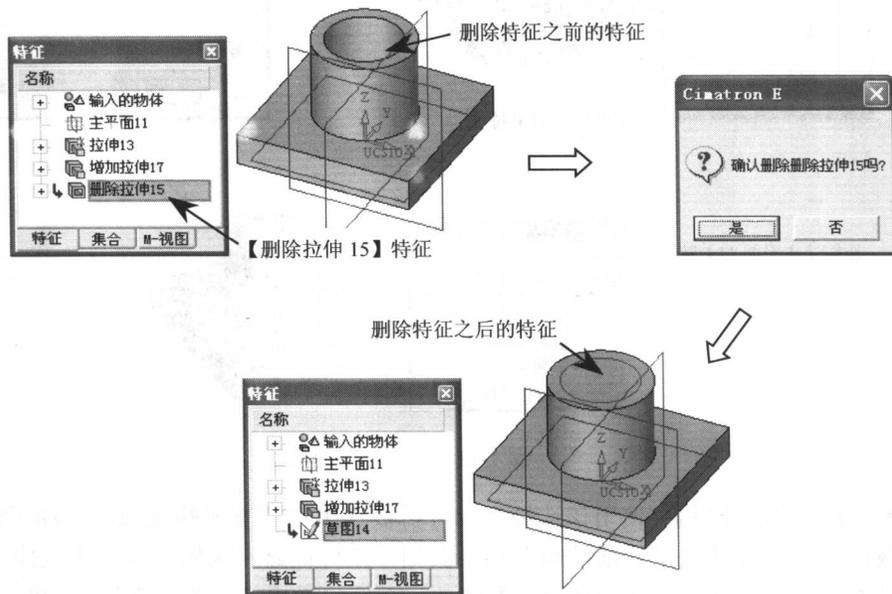

图 1-9 删除特征 1
• **【删除特征】**: 该选项用于删除被选中的特征。例如, 在特征显示区域中选择**【删除拉伸 15】**特征, 然后在其右键菜单中选择**【删除特征】**选项, 系统将弹出提示对话框, 在该对话框中单击**是**按钮, 可以将**【删除拉伸 15】**特征删除, 如图 1-9 所示。